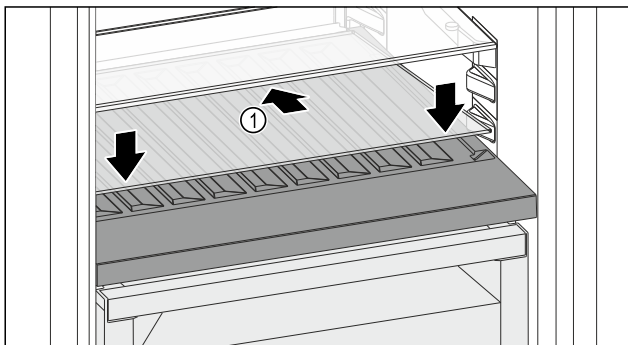

Fig. 188
- Placer la plaque de verre Fig. 188 (1) en biais et inclinée vers le bas.
- Abaisser l'avant de la plaque de verre Fig. 188 (1).